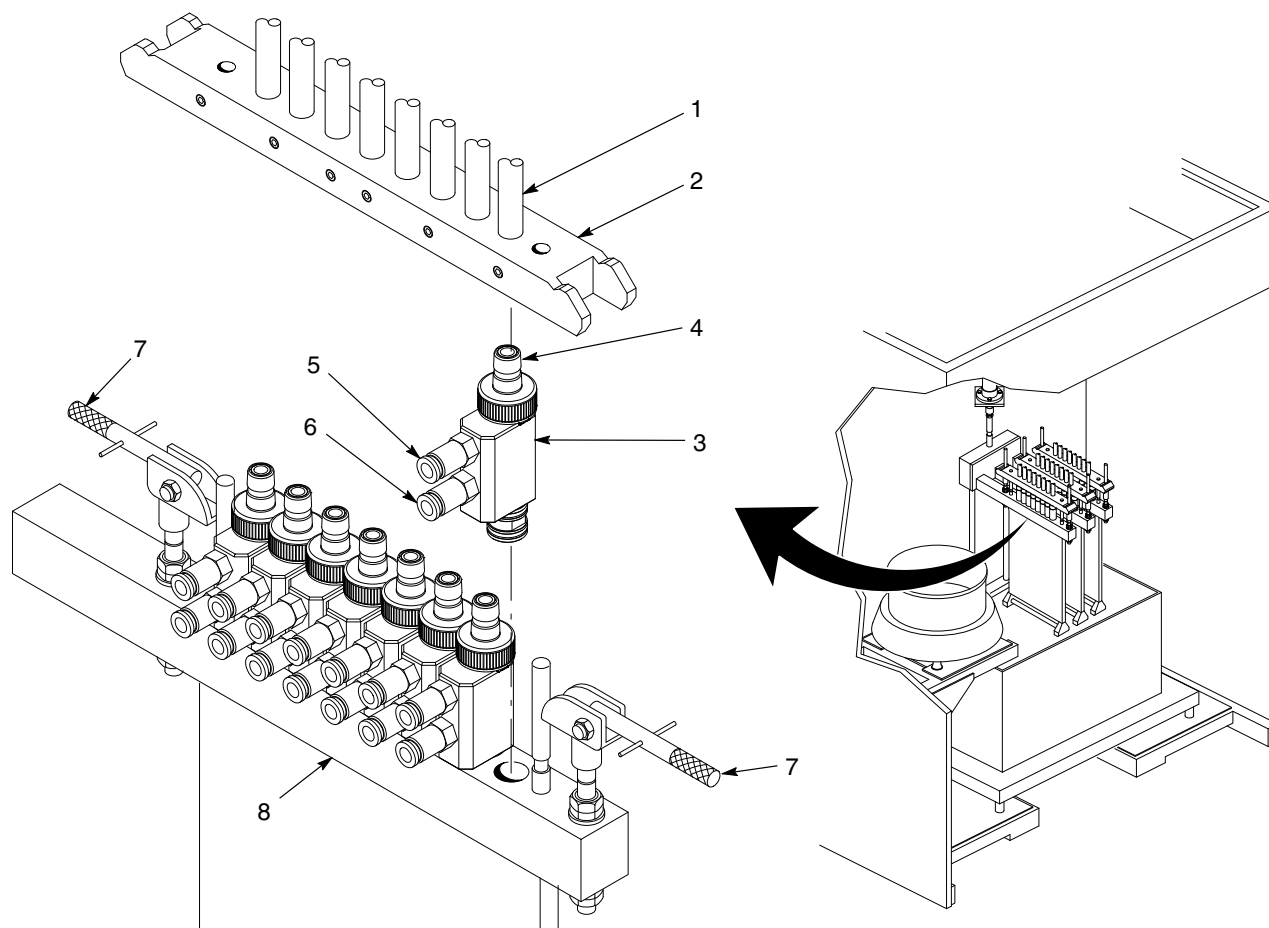

Figura 2 Remoção e montagem de bombas em linha nos conjuntos de lanças
3. Consulte a figura 2. Desloque os punhos de fixação (7) para a posição inferior.
4. Levante o colector das mangueiras de alimentação (2) para fora das bombas. Tome cuidado para não danificar as tubeiras venturi das bombas (4). Limpe o colector das mangueiras de alimentação e as bombas com ar comprimido.
5. Desligue os tubos de ar das uniões da bomba para o ar de transporte (6) e para o ar de atomização (5).
6. Puxe a bomba (3) para fora do bloco do colector (8) com um ligeiro movimento de rotação.
1. Consulte a figura 2. Introduza a bomba (3) no bloco do colector (8) até o corpo da bomba se encostar ao bloco.
2. Ligue os tubos de ar de transporte e de ar de atomização às uniões do ar de transporte (6) e do ar de atomização (5).
3. Monte o colector das mangueiras de alimentação (2) sobre as tubeiras venturi das bombas (4).
4. Desloque os punhos de fixação (7) para a posição superior.